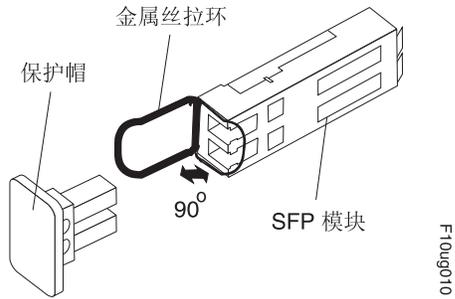

图 109. 松开金属丝类 SFP 模块滑锁
- 对包含金属丝拉环的 SFP 模块，如第 162 页的图 109 中所示，通过把金属丝滑锁向外拔出 90° 来松开 SFP 模块滑锁。